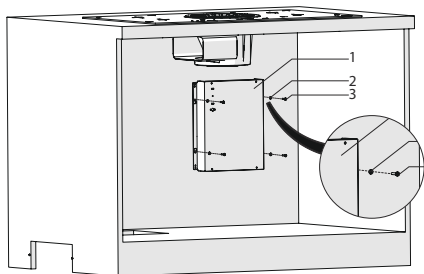

Fig. 15
5. ➡ Placér elektronik boksen inde i skabet og skru den fast vha. 4 x 3,9x22 skruer med skiverne (Fig. 15).